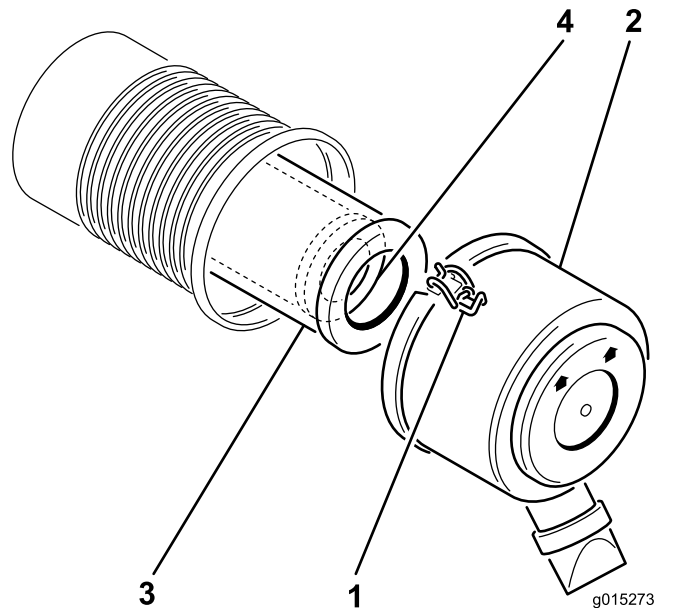

图14
2. 松开将空气滤清器盖固定到空气滤清器壳体上的搭扣。将盖子与壳体分开 (图14)。
4. 将初级滤芯轻轻从空气滤清器外壳中滑出 (图14)。
2. 如果要更换安全滤芯，应小心将它滑入滤芯壳体（图14）。
3. 小心地将初级滤芯滑到安全滤清器上方（图14）。
5. 安装空气滤清器盖，标有向上箭头的一侧朝上，用门锁固定（图14）。